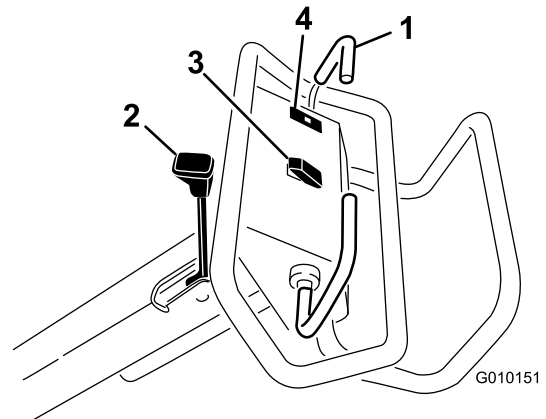

Bild 11
Bewegen Sie den Fahrtriebsbügel nach vorne, um vorwärts zu fahren. Bewegen Sie den Fahrtriebsbügel nach hinten, um rückwärts zu fahren (Bild 11).
- Schieben Sie zur Aktivierung der Feststellbremse den Feststellbremshebel zum Bedienergriff (Bild 11).
Die Öldruck-Warnleuchte (Bild 11) leuchtet auf, wenn der Motoröldruck unter einen sicheren Stand fällt. Wenn der Öldruck je niedrig ist, stellen Sie den Motor ab und suchen Sie nach der Ursache. Beheben Sie den Schaden, bevor Sie den Motor wieder anlassen.
Anheben: Drücken Sie den Schalter oben (Bild 11), um den Aerifizierkopf anzuheben und auszukuppeln. Hubdruck besteht nur bei laufendem Motor. Wenn der Aerifizierkopf unter der Transporthöhe ist, siehe Zurücksetzen des Systemsteuerungsschaltkreises (Seite 25).
Absenken/Aktivieren: Drücken Sie den Schalter unten (Bild 11), um den Aerifizierkopf abzusenken und einzukuppeln. Der Fahrtriebsbügel muss in der Vorwärtsstellung sein, um den Schalter zu aktivieren.